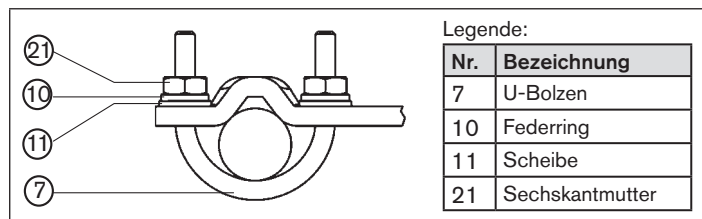

Bild 11: Positioner mit Anbauwinkel befestigen; bei Antrieben mit Gussrahmen
- Anbauwinkel mit den U-Bolzen ⑦, Scheiben ⑪, Federringen ⑩ und Sechskantmutter am Säulenjoch ②① befestigen (siehe „Bild 11“).